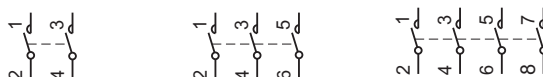

Figure VI.24 – Contacteurs (a) Bipolaire, (b) tripolaire, (c) tétrapolaire
- Les contacteurs bipolaires : deux contacts principaux (Figure VI.24(a))
- Les contacteurs tripolaires : trois contacts principaux (Figure VI.24(b))
- Les contacteurs tétrapolaires : quatre contacts principaux (Figure VI.24(c)).